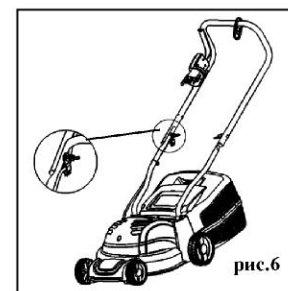

рис.6
5.4.2 Зафиксируйте шнур питания от двигателя держателем **2** (рис.6)
5.5 Установка блока выключатель/штепсельная вилка и держателя шнура питания от розетки (рис.6,7).
5.5.1 Установите блок выключатель/штепсельная вилка **1** (рис.6) на ручке, совместите выступы на блоке и пазы на ручке, зафиксируйте блок.